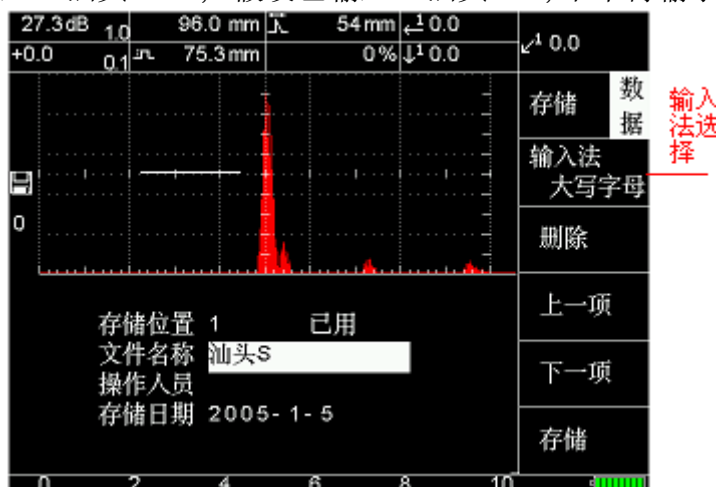
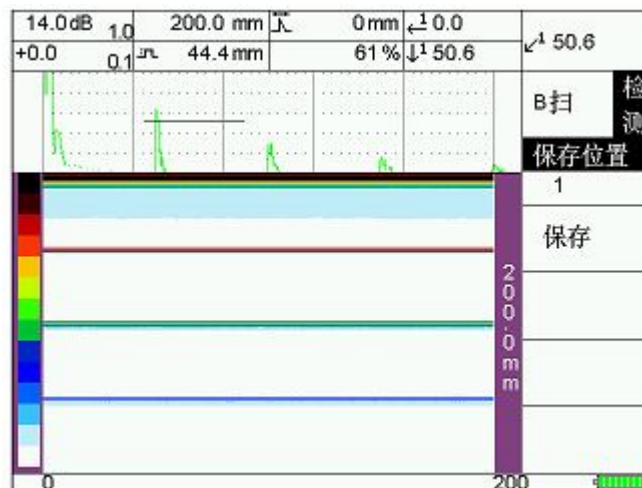

图 7-6
图 7-9
英文字母共 26 个，分大小写，输入类似，下面以大写为例，操作如下：(图 7-6 文件名称需输入“汕头 ST”，假设已输入“汕头 S”，下个待输字母为“T”)。
(1) 在图 7-6 中，将输入法调为大写字母(重复按【A】可选择输入法)。
(2) 按住 **67TUV** 【峰值】键不放，文件名称汕头 S 后会重复依此出现 T-U-V 出现 T 时，马上松开【峰值】键，即可输入字母 T。
(3) 如果输入错误，可按【B】删除，重新输入。
(4) 小写字母输入类似。
在图 7-4 或图 7-6 B 扫完成后，用户按  快捷键进入图 7-9。